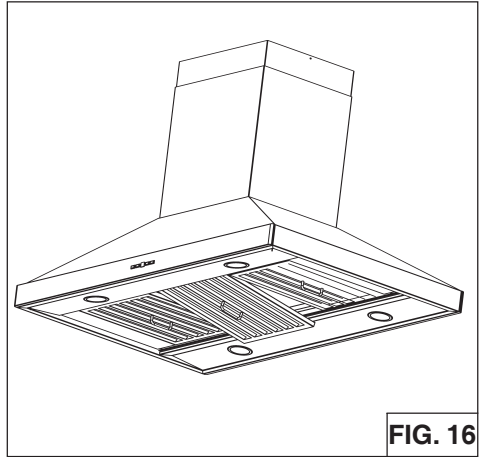

FIG. 16
1. Pour retirer le filtre à GRAISSE, (Fig.16) pousser le filtre vers l'avant pour qu'il efface le canal du filtre, puis tirez sur la poignée pour dégager le filtre de la hotte. Inclinez le filtre vers le bas et la retirer.